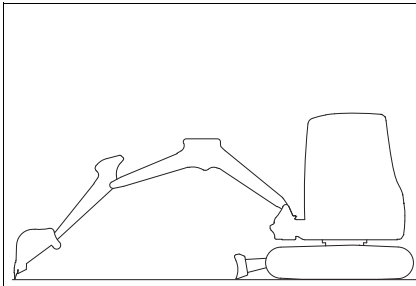

Fig. 292
2. Centrar el sistema de brazo hacia delante (*Fig. 292*).